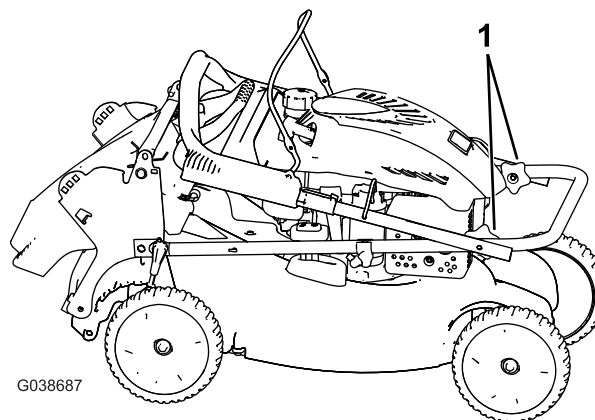

Рисунок 25
4. Поверните верхнюю часть рукоятки обратно в сторону двигателя; см. Рисунок 25.